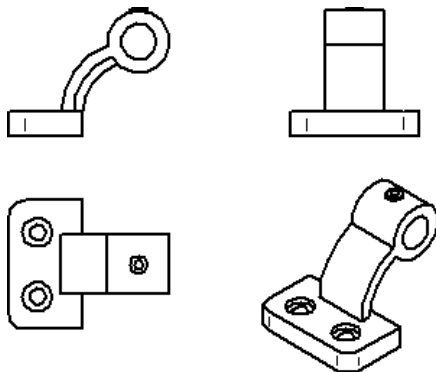

图 4.6.8 更新后的视图
(4) 在“更改源”对话框中选中模型文件 **body000**，然后单击 **打开(O)** 按钮，系统返回到“链接”对话框。单击 **立即更新(U)** 按钮，此时图纸中视图显示如图 4.6.8 所示。